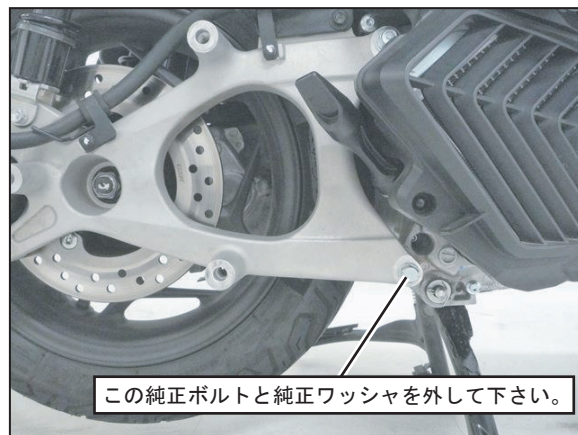

FIG. 2
3. スイングアームを留める下側の純正ボルトと純正ワッシャを外して下さい。外した純正ボルトと純正ワッシャは本製品取り付けに使用します。(FIG. 2 参照)